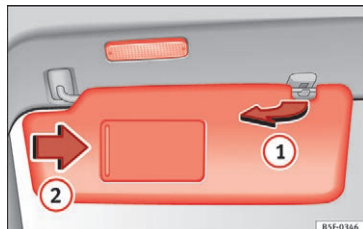

Fig. 141 Solskærm
- Mulighed for at trække solskærmen ud af holderen og dreje den i retning mod døren » Fig. 141 ①